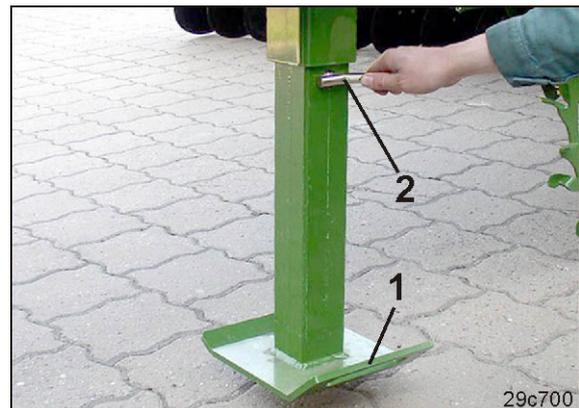

Fig. 148
10. Traktorunterlenker soweit anheben, bis der Stützfuß (Fig. 148/1) gerade vom Boden freikommt.
15. Den Stützfuß am Handgriff (Fig. 148/1) festhalten und den Absteckbolzen (Fig. 148/2) entfernen.
16. Den Stützfuß (Fig. 148/1) hochschieben und mit dem Absteckbolzen abstecken.